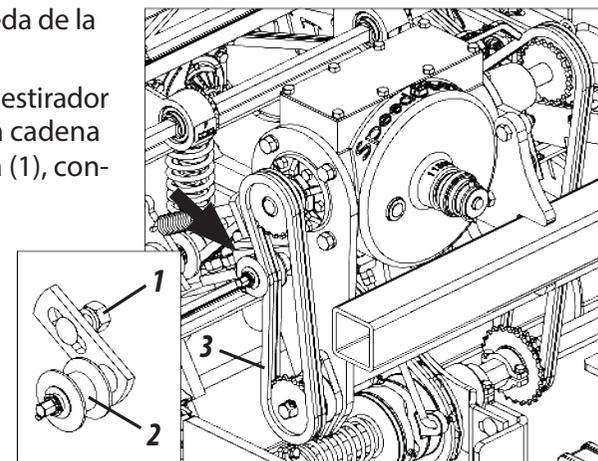

Figura 61
TENSIÓN DE LAS CADENAS (FIGURA 61)
1- Suelte la tuerca (1), deslice el estirador (2) ajustando la tensión de la cadena (3). Luego, reajuste la tuerca (1), conforme muestra la figura 61.